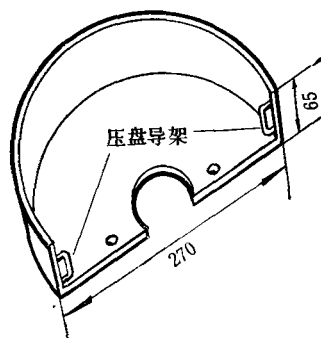

图4 离合器罩
2. 离合器罩和压力弹簧 离合器罩是用薄铁片焊接而成的,中心有轴孔,内侧焊有两个用铁丝弯成的压盘导架(如图4所示)。压力弹簧用12号钢丝弯成,要求有足够的弹力压紧压盘。